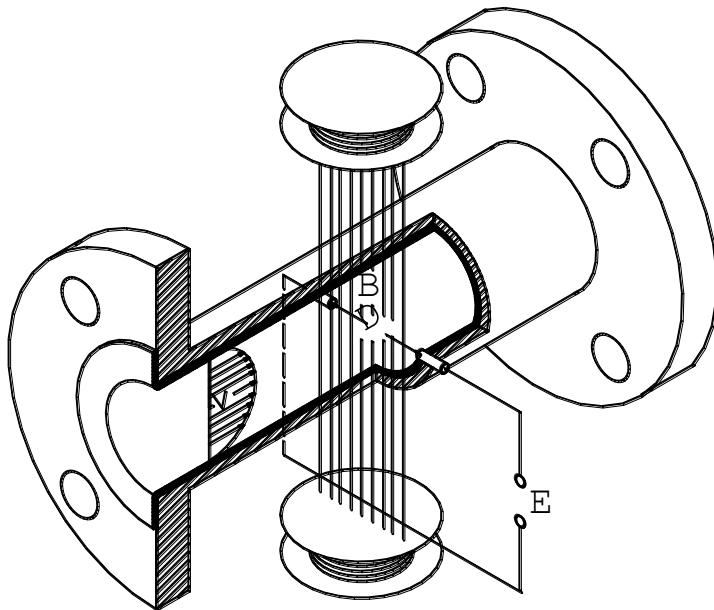

Рис.4.1
4.1.1 Принцип действия расходомера основан на явлении электромагнитной индукции (см. рис.4.1).
4.2.3 ППР представляет собой отрезок трубопровода из немагнитного материала (см. рис. 4.1), внутренняя поверхность которого футерована диэлектриком (фторопластом). В диаметрально противоположных стенах трубопровода установлены два электрода, контактирующие с измеряемой средой и предназначенные для съёма ЭДС индукции (E). Благодаря такой конструкции ППР расходомер вносит минимальное гидравлическое сопротивление в поток жидкости. Магнитная система ППР состоит из двух согласно включённых катушек возбуждения и магнитопровода. ЭДС индукции усиливается в блоке аналоговой обработки ППМ, преобразуется в цифровую форму и поступает затем в блок цифровой обработки сигнала. Блок аналоговой обработки сигнала также формирует ток, поступающий на катушки возбуждения магнитной системы ППР.